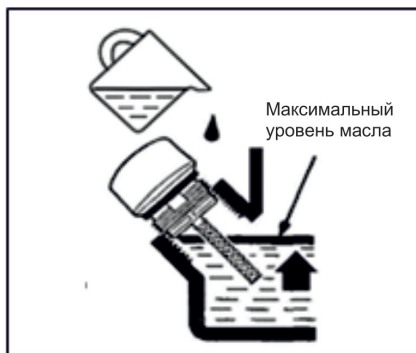

Рис. 13
6. Установите двигатель на горизонтальной поверхности и залейте новое моторное масло рекомендованное производителем до нижней кромки маслозаливной горловины (рис. 13)